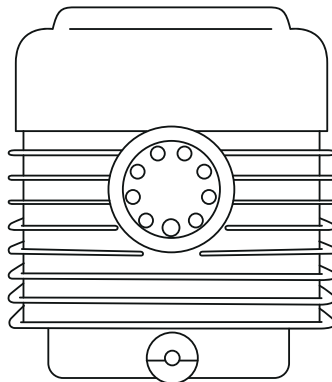

Figura 42.
**19.** Encienda la bomba de vacío. El nivel de aceite debe mantenerse dentro del rango Máximo-Mínimo (Figura 42).